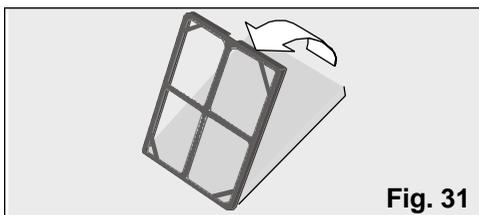

Fig. 31
- Comprobar que el filtro purificador está colocado en el posicionador, en caso contrario instálelo como se indica en la **Fig. 31**